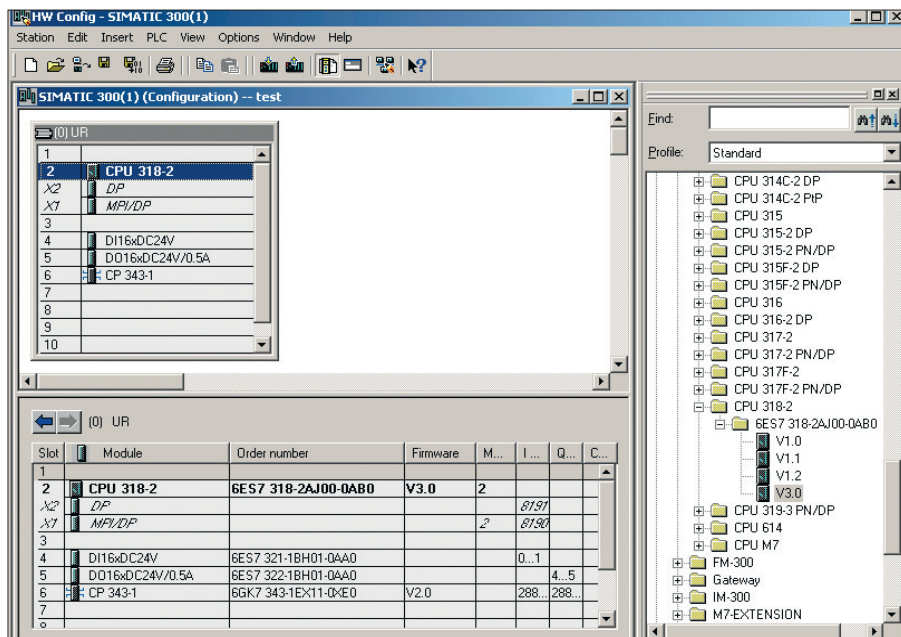

Рис. 4. Конфигурация Ethernet-интерфейса для ПЛК серии 300S SPEED7
1. В новом проекте при конфигурации рейки 300 выберите модуль CPU 318 Siemens (6ES7 318-2AJ00-0AB0, V3) из библиотеки **Hardware Catalog**, как показано на рис. 4, а также модуль коммуникационного процессора CP 343-1 (6GK7 343-1EX11-0XE0). Последний является виртуальным и позволяет определить интегрированный в ЦПУ SPEED7 интерфейс Ethernet с